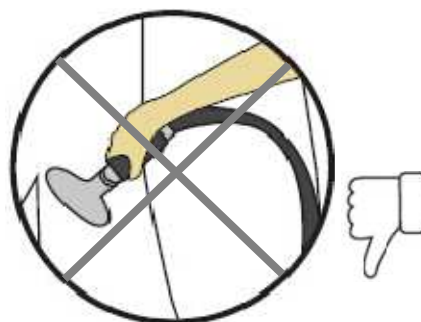

fig.24
- Veillez à ne jamais utiliser la tête vapeur de manière horizontale ou à l'incliner vers l'arrière. (fig.24)